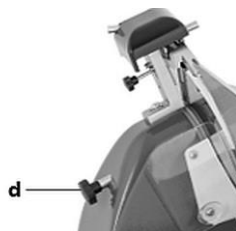

Fig. 12
2. For at fjerne knivafskærmningen (3), løsn skruen (d) der befinder sig bagved apparatet (fig. 12) og tryk den ned i retning mod knivafskærmningen (3).
3. Fjern knivafskærmningen (3) fra apparatet.